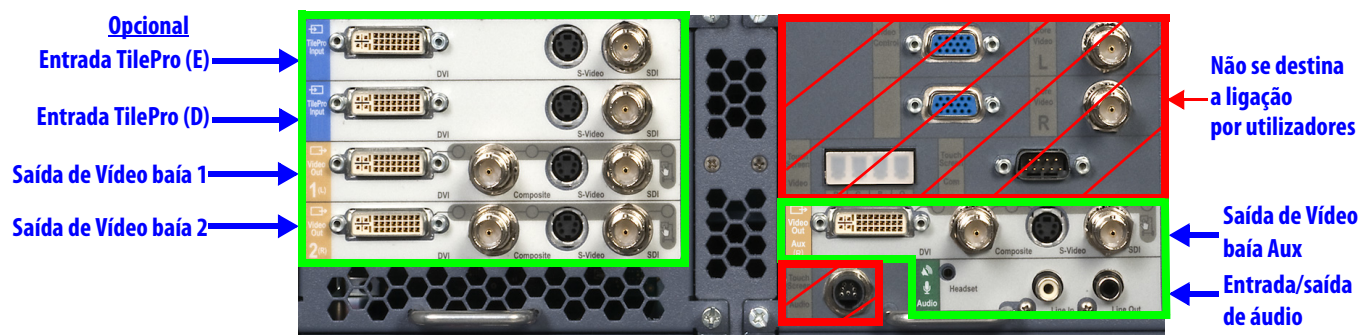

Figura 4.15 Ligações vídeo e áudio (parte de trás do Núcleo)
i Observação: Por predefinição, as quatro baías de entrada e saída de vídeo do Núcleo apresentadas à esquerda em **Figura 4.15** (na caixa verde, as Entradas *TilePro* e as baías de Saída de vídeo 1 e 2) não estão disponíveis; são disponibilizadas juntamente com actualizações opcionais, por exemplo, através da compra de uma segunda consola para suportar cirurgia com consola dupla. Por predefinição, a baía da Saída de vídeo aux. e a baía da Entrada/Saída de áudio, no canto inferior direito, também se encontram disponíveis. As Entradas *TilePro* predefinidas estão disponíveis na traseira da Consola do Cirurgião.
i **Observação:** Os conectores no Núcleo (e os outros componentes no Carrinho de Visionamento) rotulados com o texto cinzento num fundo mate, tal como os indicados nas caixas vermelhas em Figura 4.15 acima, são ligados, conforme necessário, por funcionários da ISI autorizados quando instalam e/ou efectuam tarefas de assistência no Sistema. Por este motivo não são fornecidas quaisquer instruções sobre a sua ligação neste manual do utilizador, embora as etiquetas sejam descritas em Anexo G: Símbolos, Ícones e Referências das Mensagens de Texto. Não desligue nenhuma destas ligações.
São fornecidas duas baías da entrada de vídeo (Figura 4.15) na traseira da Consola do Cirurgião para activar o modo de múltiplas imagens (TilePro) na Consola do Cirurgião. Cada baía de entrada de vídeo é capaz de aceitar um sinal DVI, HD-SDI ou S-Vídeo único.
- Se for instalada uma actualização que disponibilize as baías de **Entrada TilePro** opcionais no Núcleo (consulte Figura 4.15), pode utilizar qualquer conjunto de entradas *TilePro*, mas nunca mais do que dois. O Sistema verifica automaticamente as ligações *TilePro* pela seguinte ordem: primeiro no Núcleo (se presente) e, depois, na Consola do Cirurgião. As entradas *TilePro* do Núcleo têm precedência se estiverem em uso.
O Núcleo suporta até três baías de saída de vídeo (Figura 4.15). A saída do vídeo de todas as três inclui os ícones e mensagens de texto apresentadas na Consola do Cirurgião. Cada baía de saída de vídeo suporta um sinal DVI, HD-SDI, S-Vídeo ou Composto único.
São fornecidos três conectores na baía de áudio (Figura 4.15).